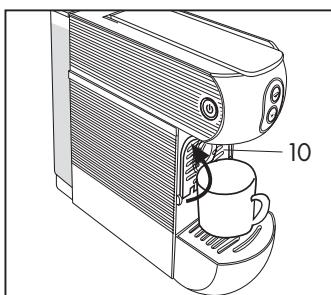
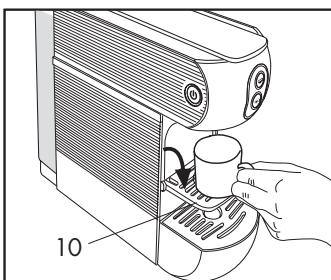

Fig. 5
Fig. 7
- Compruebe que no hayan cápsulas en el interior y encienda la máquina accionando el interruptor principal (11)
- Cierre el soporte taza pequeña (10) y coloque una taza grande vacía debajo de la boquilla dispensadora (4). (**Fig. 5**)
Abra el soporte (10) para preparar correctamente un café expreso y para utilizar las tazas pequeñas (**Fig. 7**). Para el uso de tazas grandes, cierre el soporte (10) y coloque la taza directamente en la rejilla recogegotas (5). (**Fig. 5**)